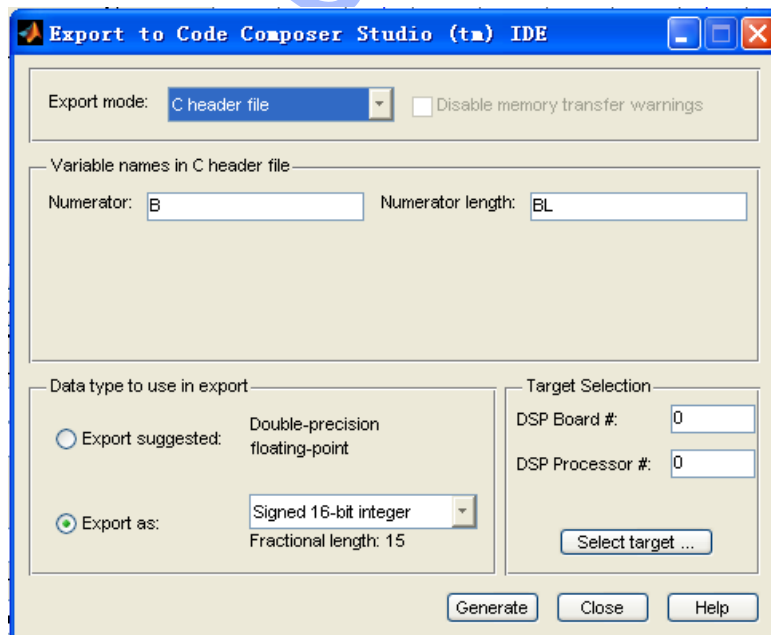

图 1-4
b.在出现的对话框中选择输出文件类型为 C header file，输出系数类型为 signed 16-bit integer，如图 1-4 所示。